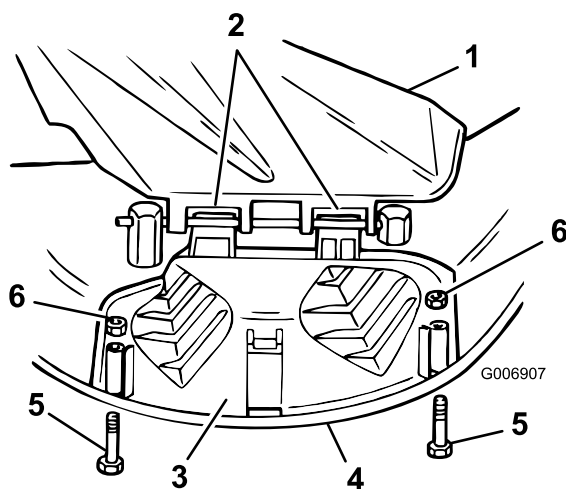

Bild 16
3. Drehen Sie die Auswurfkanalabdeckung über die Öffnung und auf die untere Lippe des Mähwerks herunter (Bild 16).
4. Befestigen Sie die Auswurfkanalabdeckung mit Schrauben und Muttern an der unteren Lippe des Mähwerks (Bild 16).